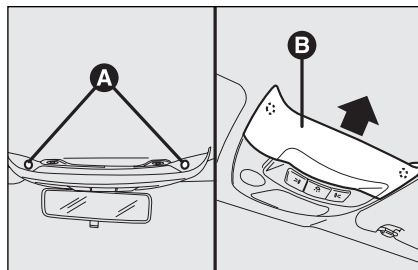

fig. 41
- ☐ comprimer les systèmes de retenue **A**-fig. 41 et dégager la préforme **B**;